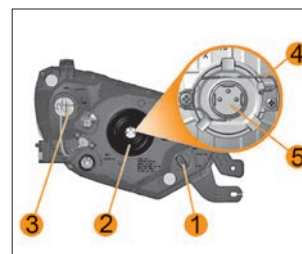

Рис. 56. Блок-фара
**Для доступа к лампе ближнего/дальнего света** (рис. 56), отсоедините колодку жгута проводов и снимите резиновый кожух лампы **2**, отведите в сторону «усик» **4** пружины лампы-держателя, предварительно нажав на «усик» пружины, выньте лампу **5** из посадочного места рефлектора. Монтаж новой лампы проводите в обратном порядке. Все работы по установке галогеновой лампы проводите в перчатках во избежание оставления следов на колбе лампы. После установки лампы ближнего/дальнего света убедитесь в плотном прилегании резинового кожуха на цоколе лампы и корпусе блок-фары.